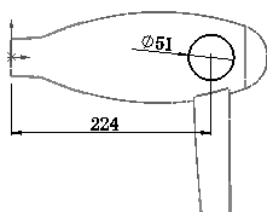

图 6.15.26 草图 11
Step22. 创建如图 6.15.26 所示的草图 11。选取前视基准面作为草图基准面。
(1) 选择下拉菜单 **插入(I)** → **曲线(U)** → **分割线(S)...** 命令, 系统弹出“分割线”对话框。
(2) 定义分割类型。在“分割线”对话框的 **分割类型** 区域中选中 **投影(P)** 单选项。